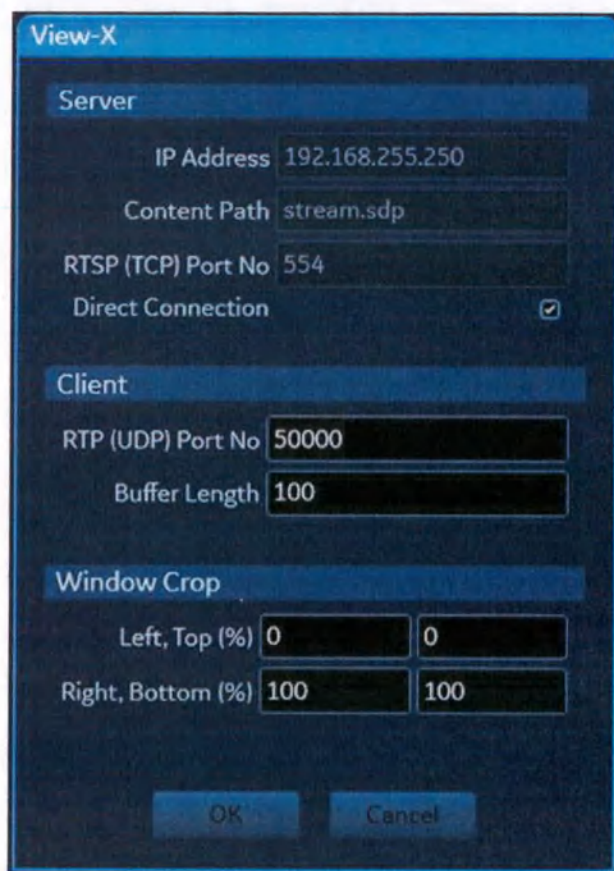

Рис. 14-10. Настройка потоковой передачи видеоданных с помощью функции View-X
4. Настройте сервер View-X и параметры клиента соответствующим образом (Рис. 14-10).